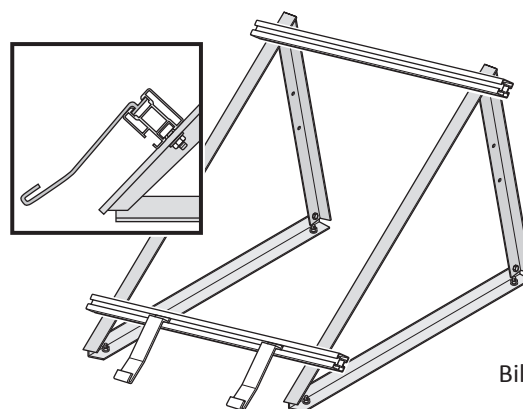

Bild 4
- Einhängeprofile wie in Bild 4 dargestellt in die untere Montageschiene einhängen.